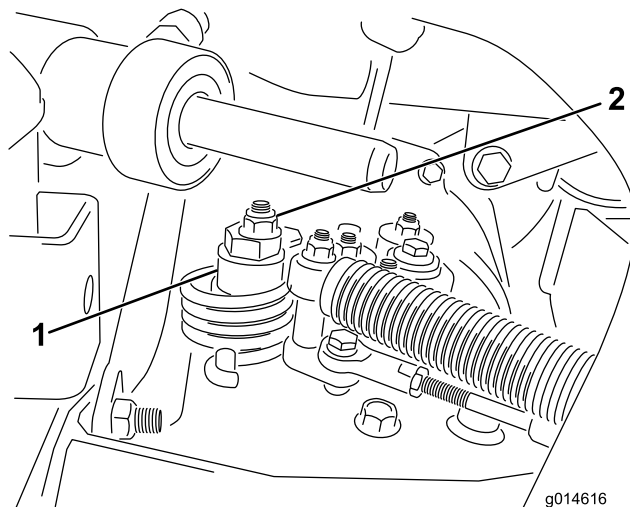

图 43
- A. 松开将偏心螺栓固定到静液压泵顶部的螺母 图 43。
- C. 旋转偏心螺栓直到不再出现任何方向的缓慢前移。当轮子停止旋转时旋紧螺母锁定偏心螺栓和调整图 43。将油门移至慢速和快速位置验证调节情况。